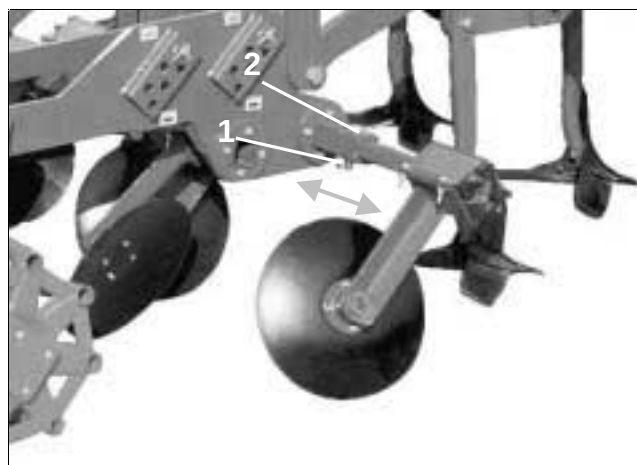

Fig. 15
- Ringsplitten (Fig. 15/1) løsnes.
- Bolten (Fig. 15/2) trækkes ud.